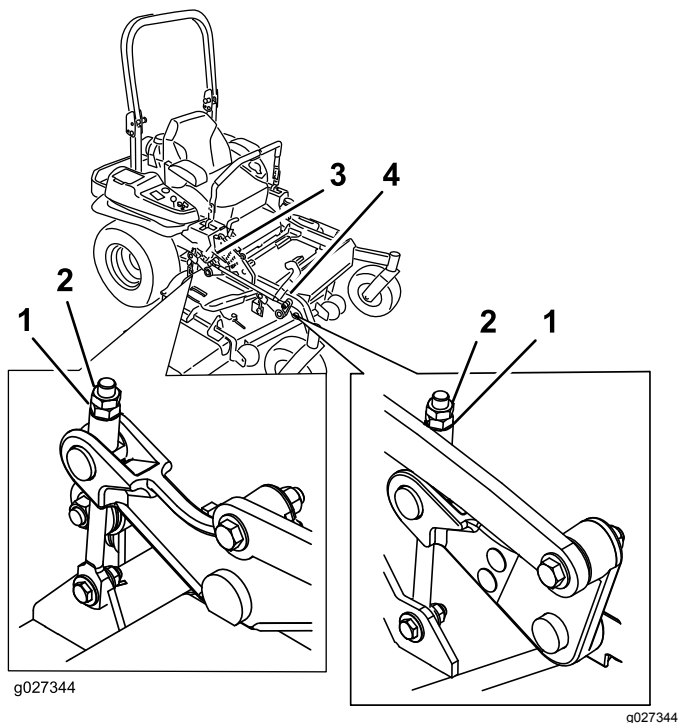

Figura 87
10. Para las carcasas de corte identificadas en Figura 87, gire la tuerca de ajuste del conjunto de elevación de la carcasa delantera para modificar la altura.